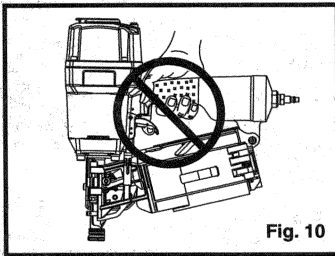

Fig. 10
17. QUITE EL DEDO DEL GATILLO cuando no esté metiendo sujetadores. Nunca lleve la herramienta con el dedo sobre el gatillo; la herramienta disparará un sujetador si el seguro se golpea mientras el gatillo está apretado. Fig. 10.